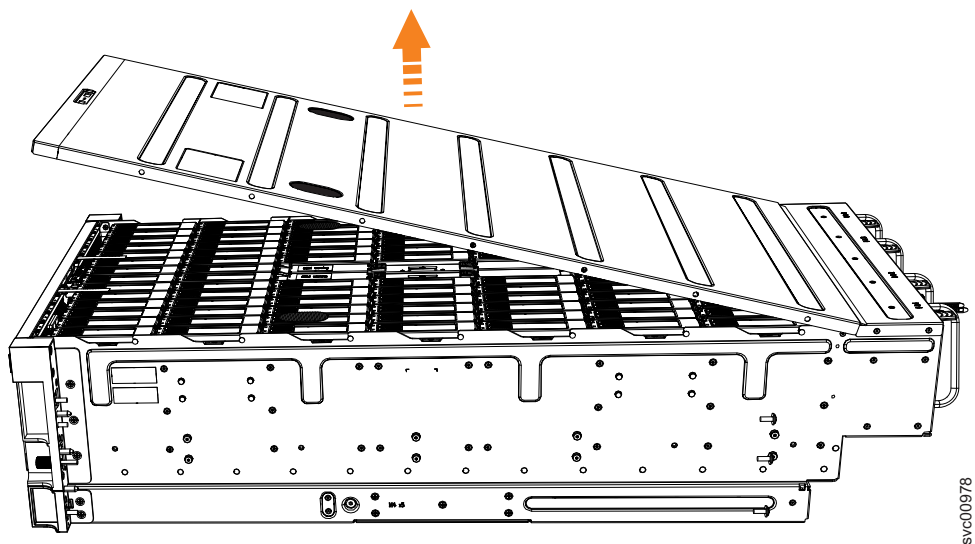

図 50. 2145-92F カバーの取り外し
4. 65 ページの図 50 に示すように、カバーを慎重に持ち上げます。